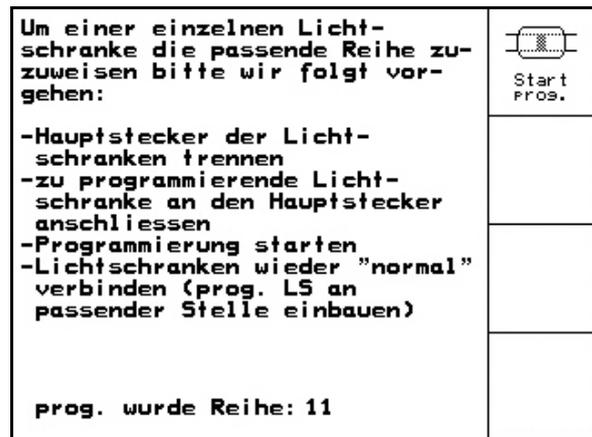

Fig. 79
6. La barrière lumineuse programmée dans la rangée correspondante est affichée (Fig. 79).